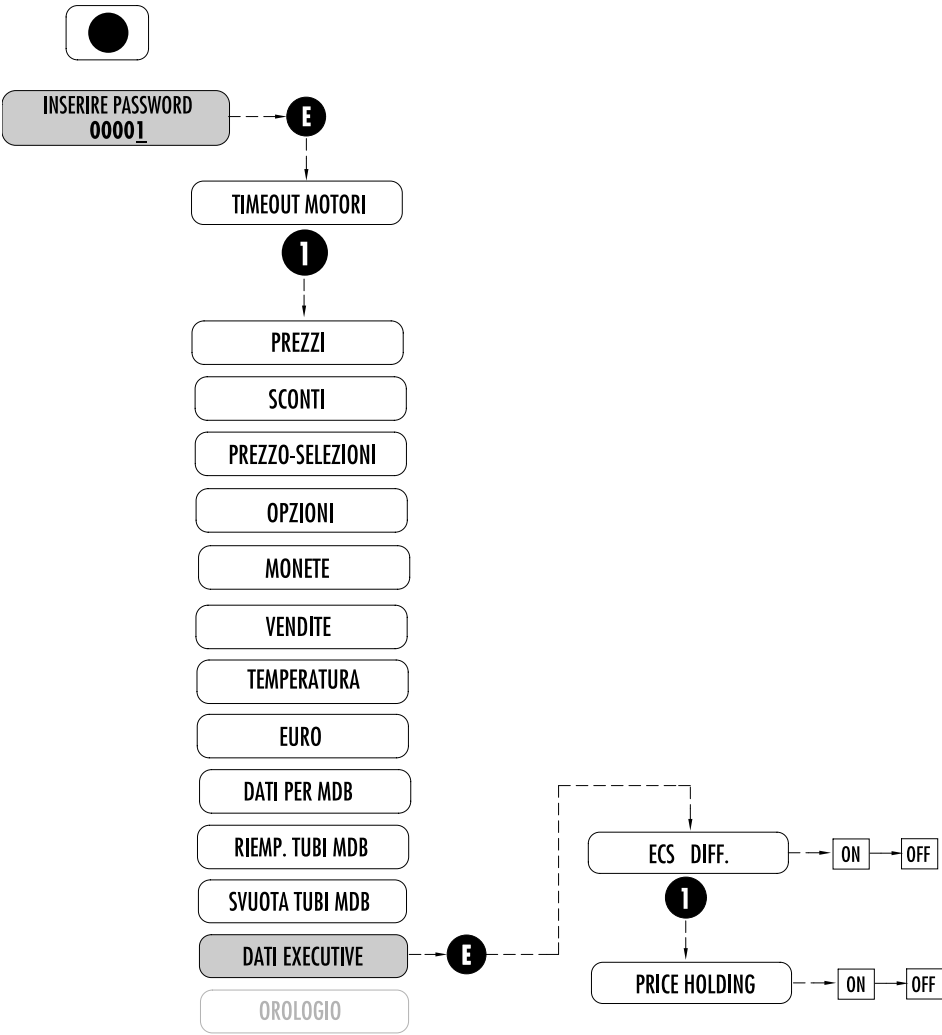

Fig. 7.17
7.2.13 DATI PER EXECUTIVE (Fig. 7.17)